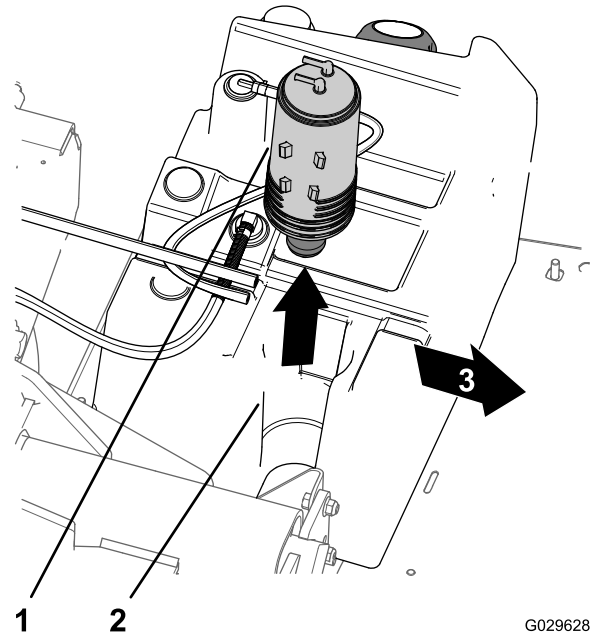

图 44
3. 从油箱内的碳罐底座上提起碳罐 (图 44)。
7. 将新碳罐插入油箱内的碳罐底座, 使净化和油箱接头向后对齐 (图 44)。